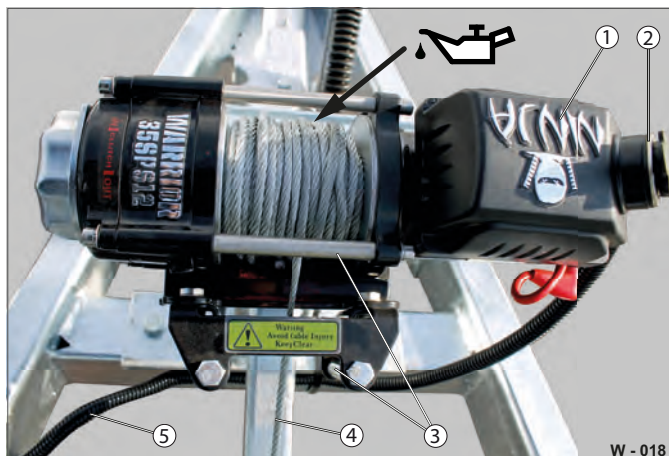

Fig. 18 Kontrol/oliesmøring af det elektriske spil
- ▶ Rengør sty rerullerne (Fig. 18 /3).
- ▶ Kontrollér den udrullede wire (Fig. 18 /4) visuelt for eventuelle skader.
- ▶ Oliesmør wiren (Fig. 18 /4) med maskinolie.
- ▶ Kontrollér elkablet (Fig. 18 /5) og stikdåsen (Fig. 18 /2) for beskadigelser.